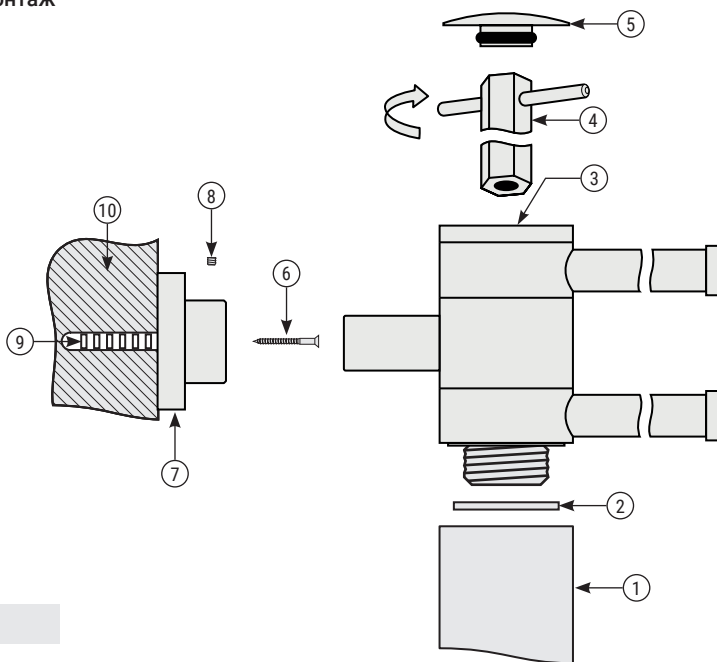

Рис.1
1.2. Конструктивно полотенцедержатель имеет четыре модификации (рис. 1, 2, 3, 4).
- 3.4. В процессе сборки использовать только новую фторопластовую прокладку для коллектора, которая идет в комплекте (рис. 1 «2»).
- 3.5. Для установки полотенцедержателя на полотенцесушитель необходимо закрепить его на коллекторе посредством резьбового соединения согласно схеме (рис. 1).
- 3.6. Для обеспечения герметичности повернуть до упора корпус полотенцедержателя по часовой стрелке ключом ШГ №12 (рис. 1 «4»), с усилием равным 70 Н/м – 7 кг/м.
ВНИМАНИЕ! Корпус кронштейна, саморез, дюбель (рис. 1) в комплект поставки не входят.